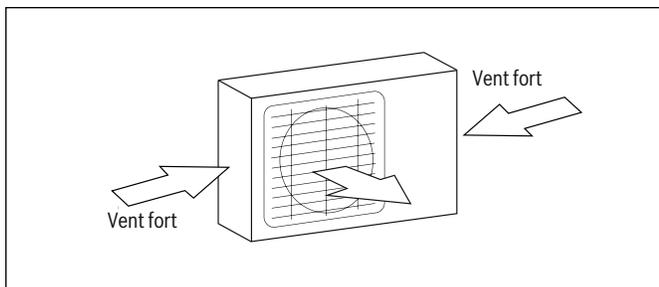

Figure 4
- ▶ Si l'emplacement est exposé à de vents forts (au bord de la mer, par exemple), le module doit être placé contre le mur pour le protéger du vent. Si nécessaire, utilisez un auvent. (Voir les figures 4 et 5)